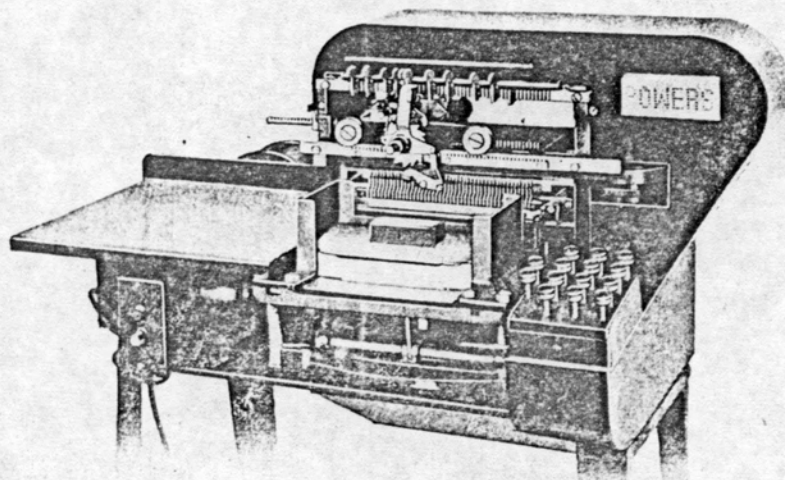

Fig. 7. — Perforatrice Powers automatique.
*Perforatrices* (fig. 7 et 8). — Il y a quatre modèles de perforatrices ; en particulier, la perforatrice alpha-numérique permet de pratiquer des perforations pour la tabulatrice imprimant en caractères clairs que nous retrouverons plus loin. Le plus récent modèle est formé d'une machine à écrire d'aspect ordinaire reliée par un câble de conducteurs au système perforateur proprement dit : la perforation s'exécute ainsi automatiquement sans apprentissage préalable de l'opérateur (fig. 12).